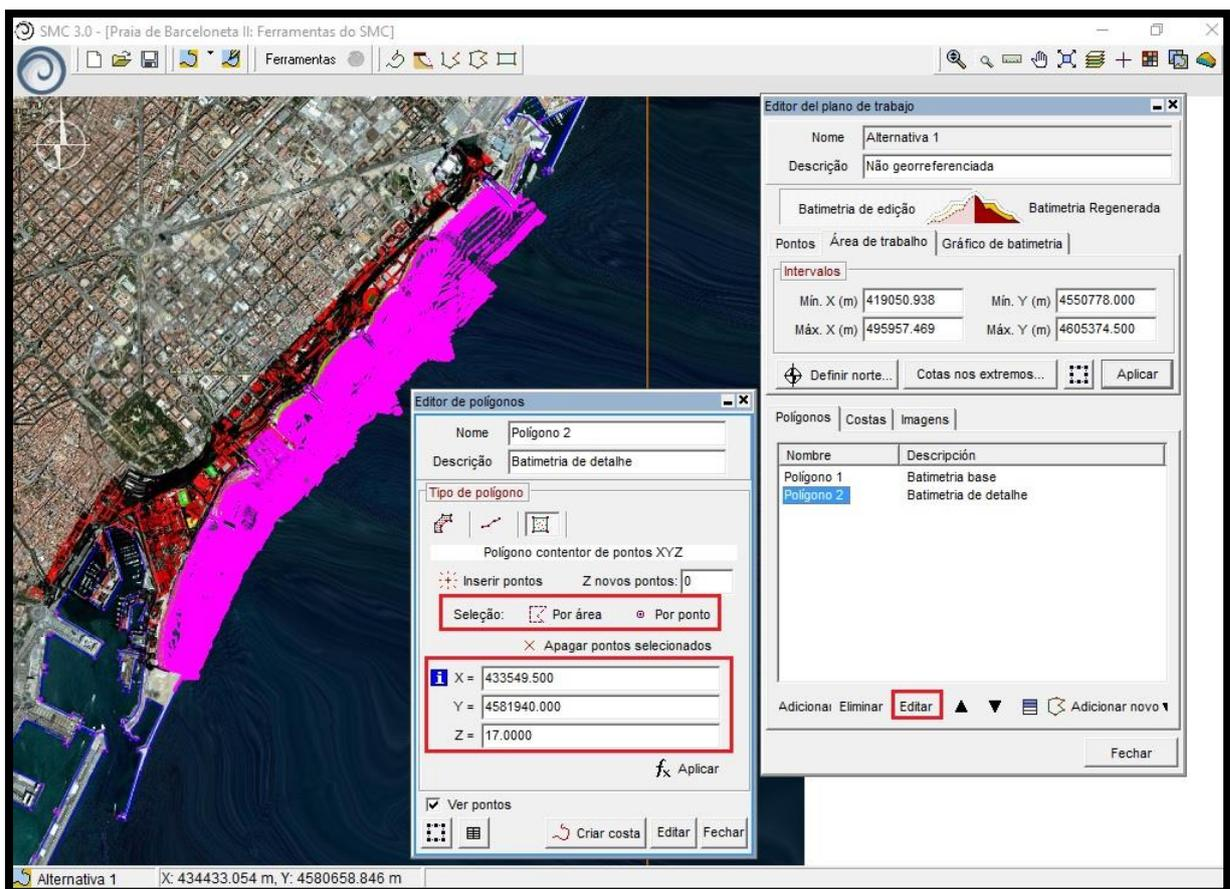

Figura 9 – Batimetria de detalhe incluída no projeto. Os pontos em rosa representam os pontos da batimetria de detalhe incluída.
- 39) Selecionar “Polígono 2” e clicar em “Editar” (Figura 9);
- 40) No “Editor de polígonos”, se necessário, é possível editar os valores de [.xyz] de cada um dos pontos batimétricos incluídos nesse polígono indo em “Seleção” e em seguida “Por Pontos”. Assim é possível realizar qualquer modificação em sua cota ou coordenadas (Figura 9);
- 41) Em "Descrição" escrever “Batimetria de detalhe” e fechar o editor (Figura 9).